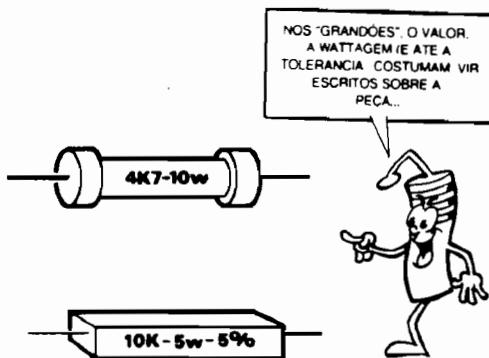

Fig.1
- FIG. 1 - Resistores "grandes". Valor, dissipação (e outros parâmetros) inscritos (com letras e números) sobre o corpo do componente.